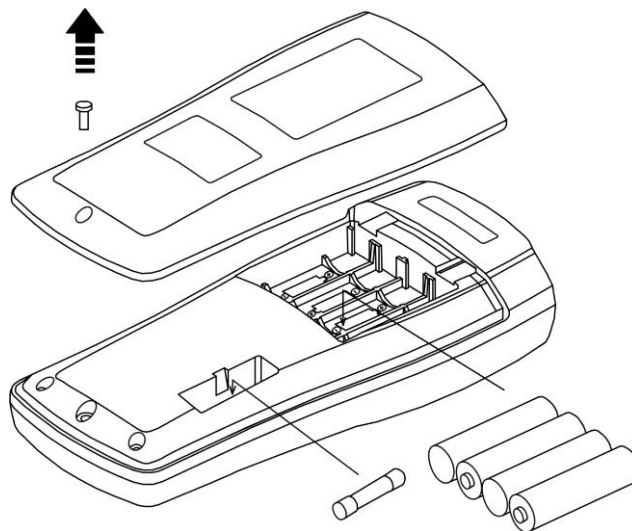

Fig. 11 : Remplacement des piles et du fusible interne
3. Enlever les piles et en introduire autant du même type (voir § 7.1.3) en respectant la bonne polarité et replacer ensuite le logement de la batterie (voir la Fig. 11). Utiliser les conteneurs spécialement prévus pour l'élimination des piles.